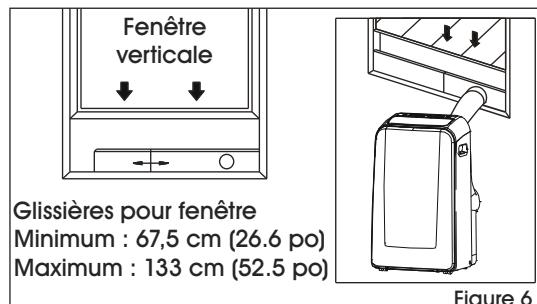

Figure 6
5. Fixez le raccord B sur l'ensemble de glissières pour fenêtre et puis scellez. (Voir Figures 6 et 7)